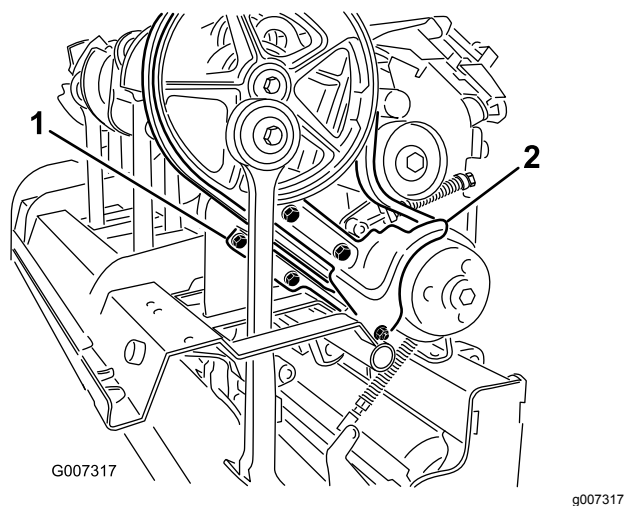

Bild 37
3. Nehmen Sie die Befestigungen ab, mit denen das Schmutzschutzblech und das untere Riemen-Schutzblech befestigt sind (Bild 37). Nehmen Sie das Schmutzschutzblech und das untere Riemen-Schutzblech ab.